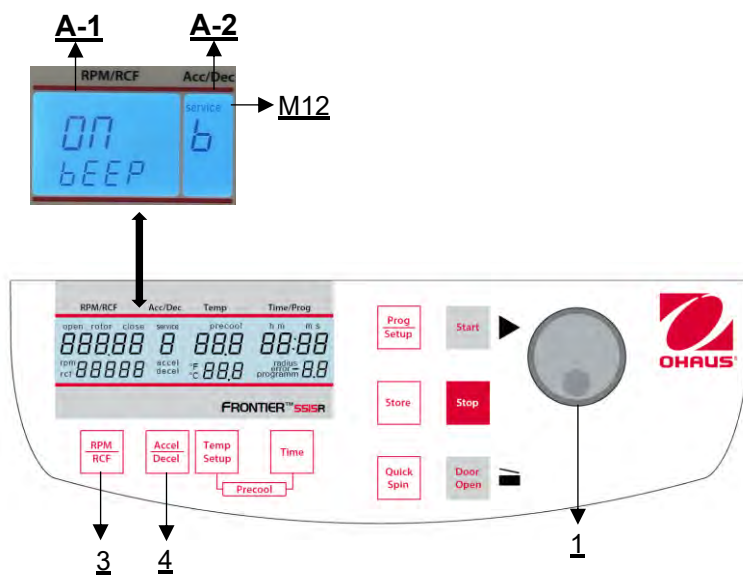

Figure 34
Procéder comme décrit au point 4.1.1 pour entrer dans ce mode de programmation et appuyer ensuite sur la touche **"Accel/Decel"** (4). Sur l'écran **"Acc/Dec"** (A-2), le mot **"Service"** (M12) clignote. Sélectionnez maintenant la lettre **"b"** à l'aide du bouton de réglage (1). L'affichage **"RPM | RCF"** (A-1) fait apparaître le mot **"ON/BEEP"**. Après avoir appuyé sur la touche **"RPM | RCF"** (3), vous pouvez activer (On) ou désactiver (Off) le son du clavier à l'aide du bouton de réglage (1) (**voir figure 34**).